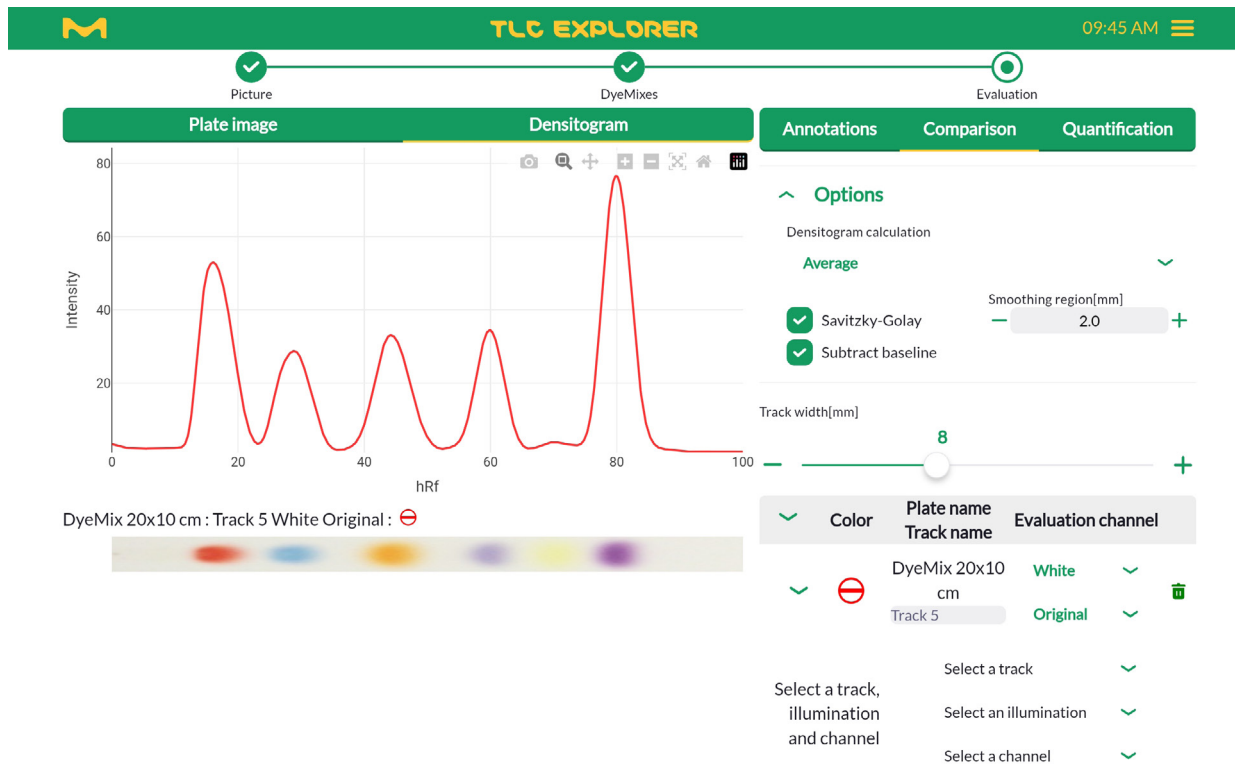

Figura 4.16: Edición del cálculo y la visualización del densitograma
- 8) Por encima de la imagen de la placa, pulsar en la pestaña 'Densitogram' ('Densitograma') para ver el trazado. Debajo, puede ver la imagen de la banda girada verticalmente, escalada para que coincida con el eje x del gráfico anterior (véase la figura 4.16).
- 10) La ampliación de sección 'Options' ('Opciones'), le dará acceso a otros controles (véase la figura 4.16) que se aplicarán a todas las bandas de esta 'Comparison' ('Comparación'):